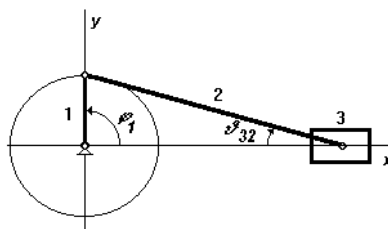

Рис. 1
1.1.1. Исходя из угла давления $\vartheta_{32} = \vartheta_{дон}$ и заданного хода ползуна, графически в принятом масштабе определить длину шатуна l_2 для соосного кривошипно-ползунного Рис. 1 механизма с $e=0$ и $l_1 = h/2$ (рис. 1). Рассчитать отношение $\lambda_2 = l_2 / l_1$.